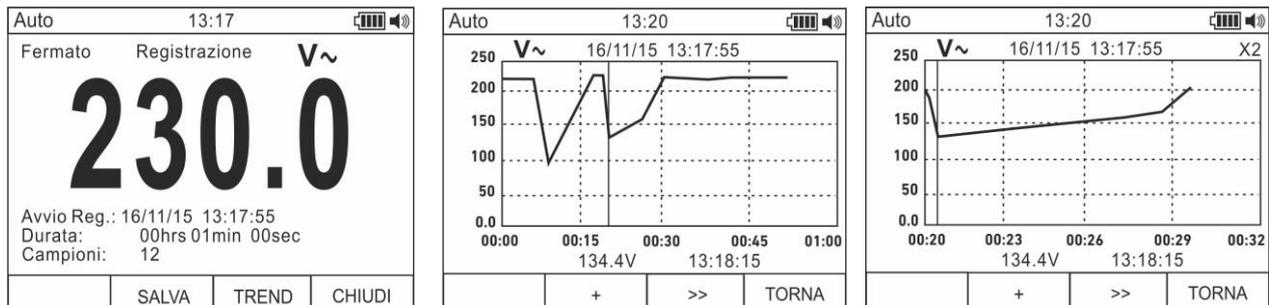

Fig. 11: Início da gravação de dados
9. O instrumento mostra o tempo residual e o número de amostragens adquiridas em tempo real e a mensagem “Parado (Fermato)” no final da gravação (ver Fig. 11 – parte esquerda). Premir o botão **F4 (STOP)** para parar a gravação em qualquer momento.
11. Premir o botão **F3 (TREND)** para visualizar o andamento da gravação (ver Fig. 11 – parte central).
12. Premir o botão **F4 (>>)** para mover o cursor no gráfico e o botão **F2 (+)** para ativar a função de Zoom do gráfico aumentando a resolução (o símbolo “Xy” em que y=max dimensão do zoom aparece na parte superior direita do display) (ver Fig. 11 – parte direita). É possível efetuar operações de Zoom X1 para **pelo menos 15 pontos de medição**, X2 para **pelo menos 30 pontos de medição**, X3 para **pelo menos 60 pontos de medição** e assim por diante para um máximo de **6 operações de Zoom**.